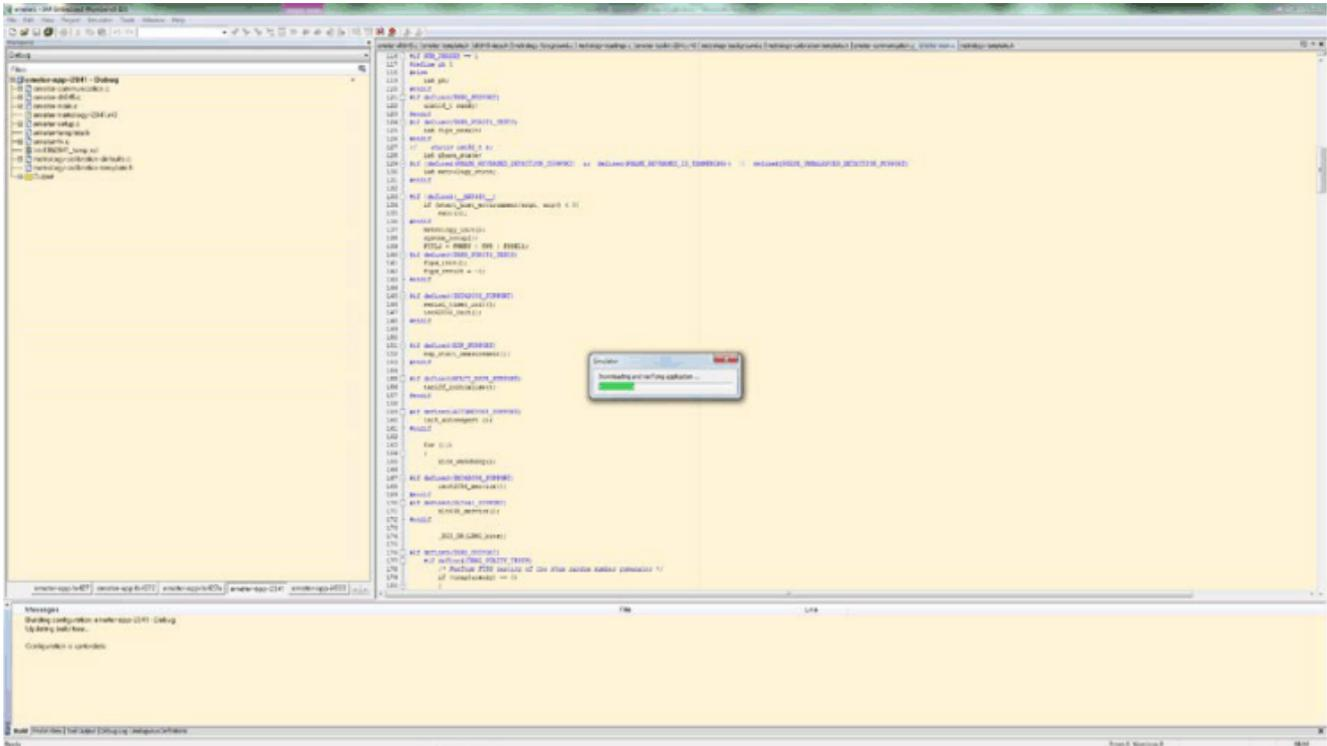

图 9-9. 代码下载
11. 点击“Download and Debug”按钮开始下载和调试，如图 9-9 所示。